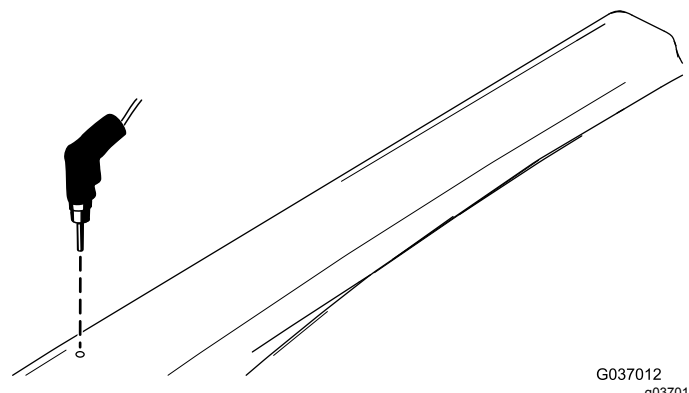

Bild 13
15. Verwenden Sie das Loch an der Oberseite der Dachstützhalterung als Bohrschablone und bohren Sie ein Loch mit 7,9 mm Durchmesser auf jeder Seite des Sonnendachs (**Bild 13**).